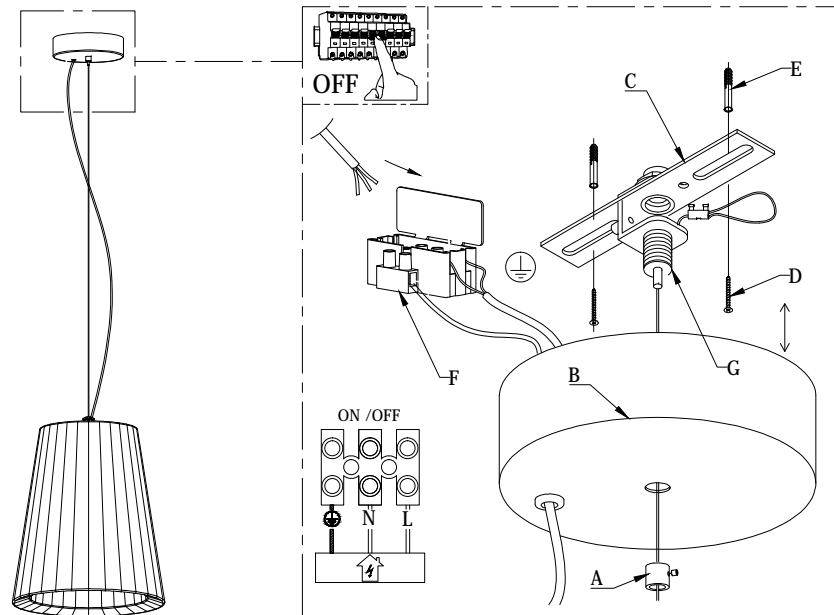

Fig.1
- Svitare il particolare (A) e abbassare il rosone (B). (Fig.1)
- Fissare la staffa (C) al soffitto mediante le viti (D) e i tasselli (E). (Fig.1)
- Regolare la lunghezza del cavo in acciaio regolando agendo sul morsetto di sicurezza (G) , tenendo premuto il particolare del gripper in modo che il cavo in acciaio scorra . (Fig.1)
- Collegare i cavi di rete nel morsetto (F) rispettando le polarità, e richiudere la scatola. (Fig.1)
- Unscrew the handle (A) and lower the canopy (B). (Fig.1)
- Fix the bracket (C) with screw (D) and dowels (E) on the ceiling. (Fig.1)
- Adjust the length of the steel cable acting on regulating terminal security (G), push the part of the gripper so that the steel cable runs. (Fig.1)
- Connect the network cables to terminal (F) according to the polarity, and close the box. (Fig.1)